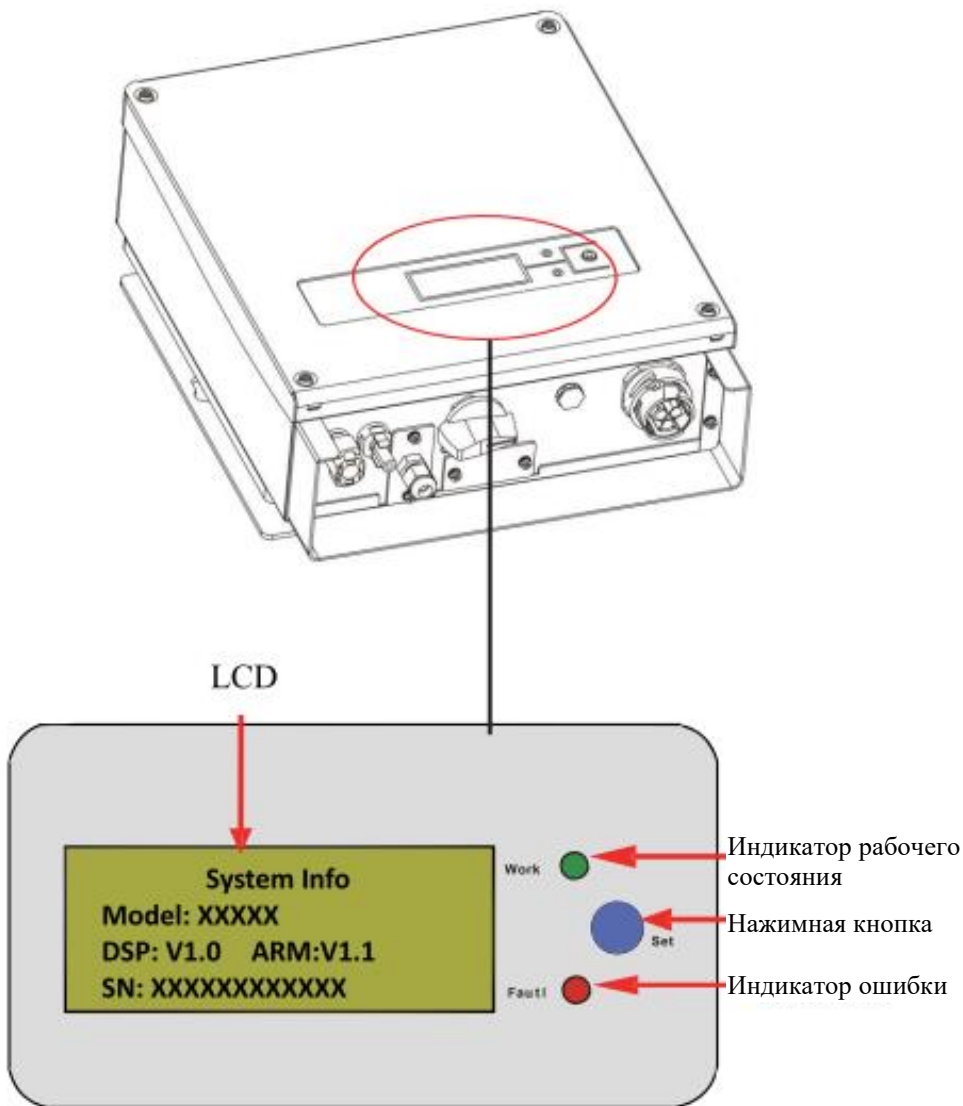

Рисунок 4 – ЖК-дисплей
1. **ЖК-дисплей.** Отображает рабочий статус и прочую информацию (см. Рисунок 4).
2. **Светодиоды и кнопка.** Светодиоды отображают рабочий статус, кнопка используется для переключения отображаемой информации (см. Рисунок 4)..